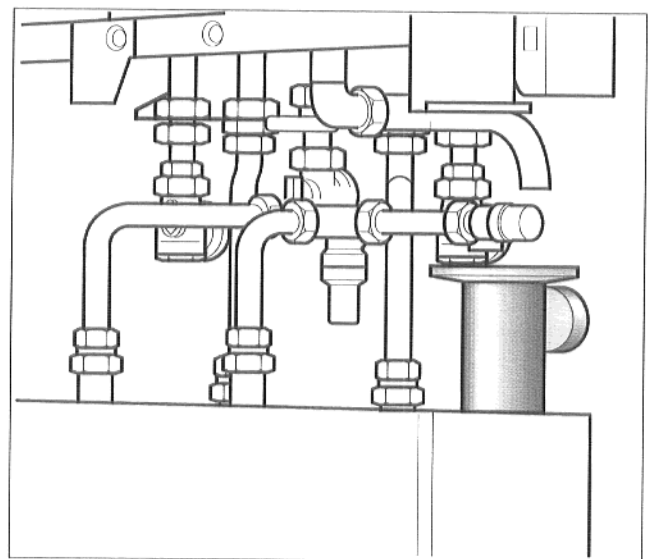

Abb. 11 Trichtersiphon
- Trichtersiphon mit Rosette montieren (Abb. 11).